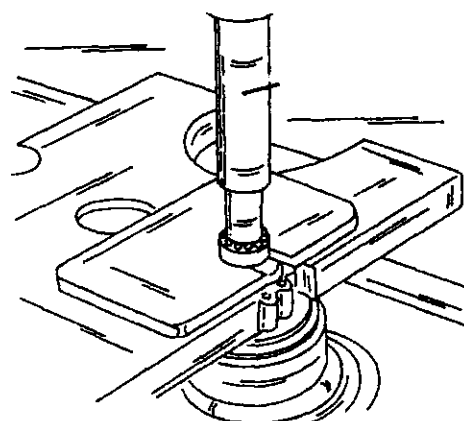

Рис. 320. Запрессовывание упорного кольца над стопорным кольцом вала якоря.
- Надвинуть на вал шестерню стартера, надеть упорное кольцо и поставить на вал новое стопорное кольцо. Наложить упорное кольцо на стол пресса (Рис. 320) и запрессовать распорное кольцо в упорное кольцо, прилагая усилие пресса на вал якоря.